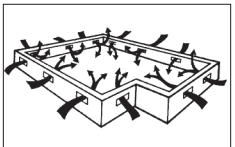

Figura 1
- Los sótanos bajos debe tener un mínimo de 18" (46 cm) desde el suelo a la parte inferior de las vigas. Es necesario cubrir el suelo con una película de polietileno negro de 6–20 mil que actuará como barrera de vapor, con las juntas espaciadas a seis pulgadas y pegadas con cinta adhesiva. El sótano bajo deberá tener una ventilación de perímetro igual al 1.5% de los pies cuadrados del sótano bajo, como mínimo. Estas aberturas de ventilación deberán estar debidamente ubicadas para promover la ventilación cruzada (Figura 1). De ser necesario, las normas locales prevalecerán.